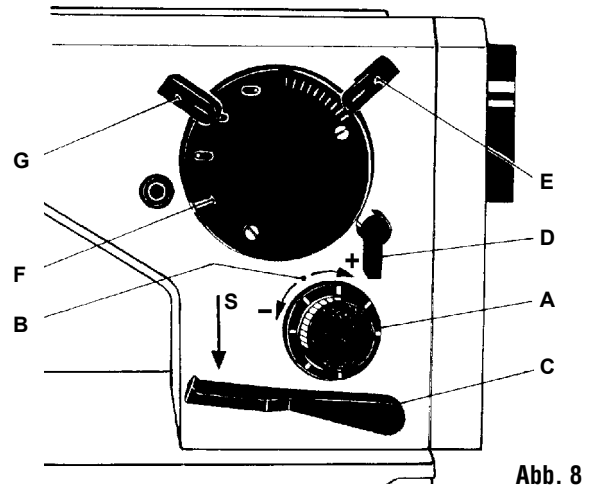

Abb. 8
6.6 Stichlängeneinstellung, Rückwärtsnähen (Abb. 8, 9)
6.7 Einstellung der Zickzackstichbreite und Lage (Abb. 8)